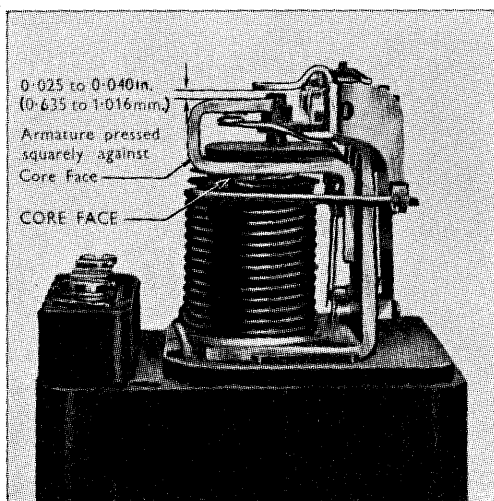

Fig. 61. Tilbagestrømsrelæ, ny type.
- 4: Idet ankeret stadig holdes trykket mod jernkernen, bøjes anker-stoparmen (se fig. 61 og 62) således, at der mellem anker og arm er et gab på .025"–.040" (0,63–1 mm).